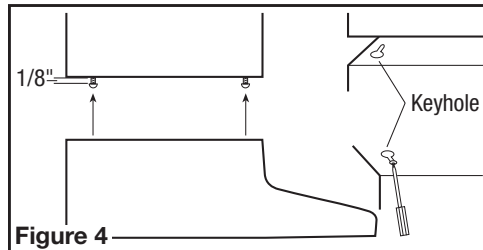

Figure 4
4. Install the 4 mounting screws at the previously marked locations. Leave approximately 1/8" clearance. Slide the hood in place through the keyhole slots and align the front of the hood so that it is flush with the front of the cabinets. Tighten all screws securely (Figure 4).
place au travers des trous en poire et aligner le devant de la hotte pour qu'il soit à effleurement avec le devant des armoires. Visser fermement toutes les vis (Figure 4).